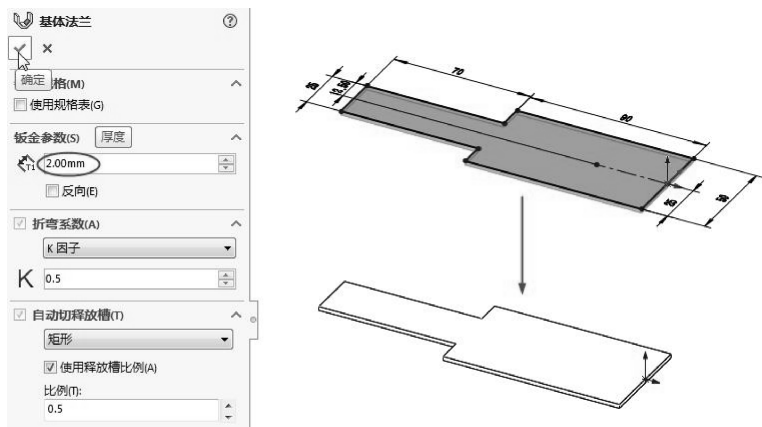

图 6-47 生成基体法兰
- 03 生成基体法兰。单击【钣金】选项卡中的【基体法兰/薄片】按钮, 在弹出的【基体法兰】属性面板中输入钣金厚度值为 2mm, 其余参数采用系统默认设置, 完成钣金基体法兰创建, 如图 6-47 所示。